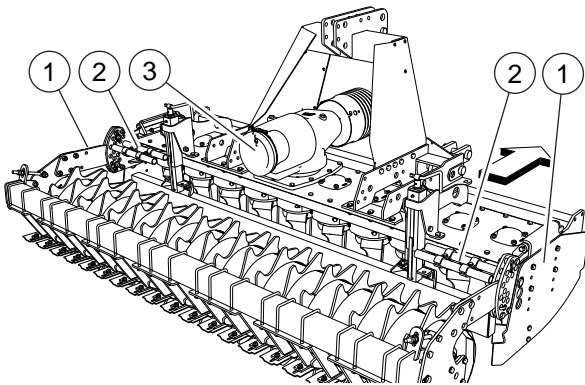

FIG. 23
- Seitlicher Schutzscharnier (1, "Fig. 23").
- Schutzschläuche gegen den Zugang des Werkzeugbereiches (2, "Fig. 23").
- Zapfwellenschutz hintere Seite (3, "Fig. 23").